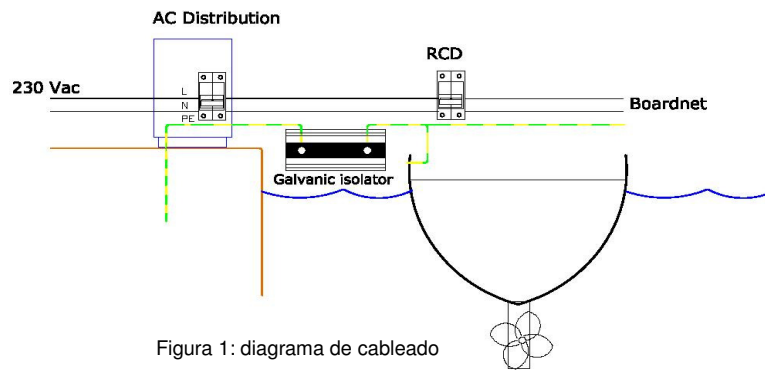

Figura 1: diagrama de cableado
- 2.3. Conecte el aislador galvánico en el cable verde de conexión a tierra (seguridad), tal y como se muestra en la figura 1